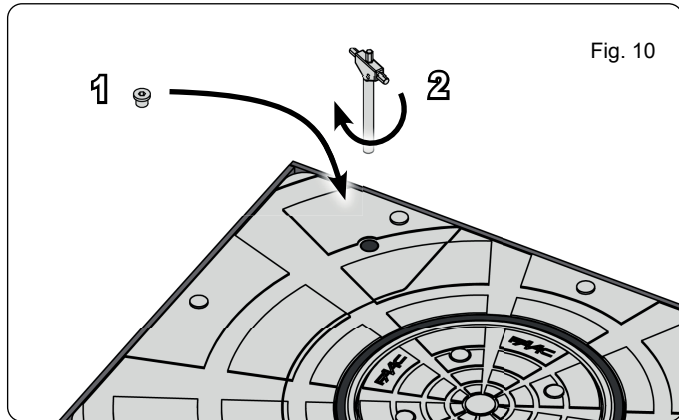

Fig. 10
2. Gire en sentido horario hasta el tope (fig. 10, ref.1).
3. Vuelva a atornillar el tornillo de cierre situado en la cabeza del pilón (fig. 10, ref.2).